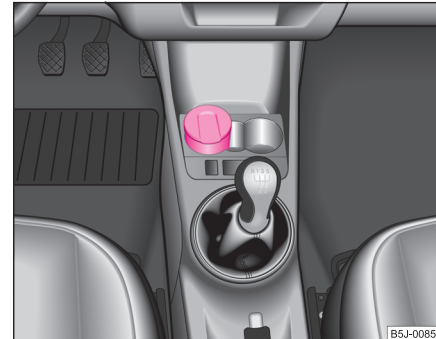

Abb. 66 Mittelkonsole:
- Nehmen Sie den Aschenbecher ⇒ Abb. 66 nach oben heraus. Beim Herausnehmen halten Sie den Aschenbecher nicht am Deckel - Abbruchgefahr.